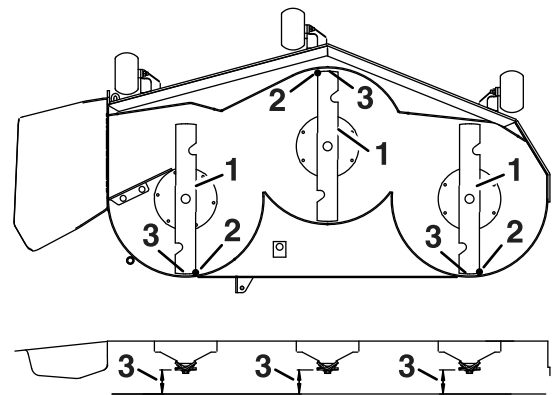

Figura 73
4. Gire cuidadosamente las cuchillas colocándolas en el sentido de avance de la máquina (Figura 73).
5. Mida entre la punta de la cuchilla delantera y la superficie plana y entre la punta de la cuchilla trasera y la superficie plana (Figura 73).